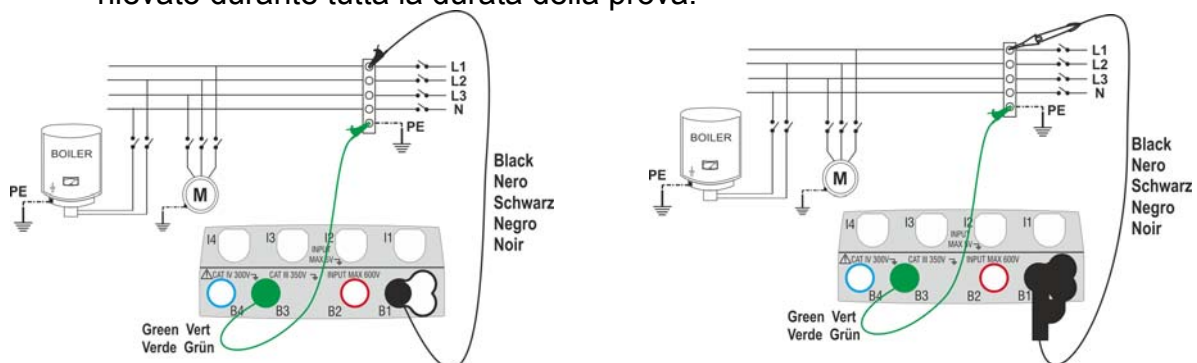

Fig. 8: Verifica dell'isolamento tramite cavi singoli e puntale remoto
6. Connettere i coccodrilli e/o i puntali e/o il puntale remoto ai capi dei conduttori in esame in accordo alle Fig. 8 e Fig. 9.